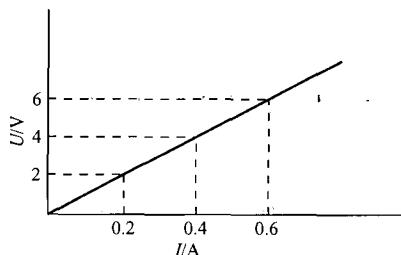

图 1-3 线性电阻的伏安特性是一条直线
(1) 线性电阻：导体的电阻值不随电压电流的变化而改变（或者说电阻值是常数），这种电阻叫做线性电阻，如图 1-3 所示。